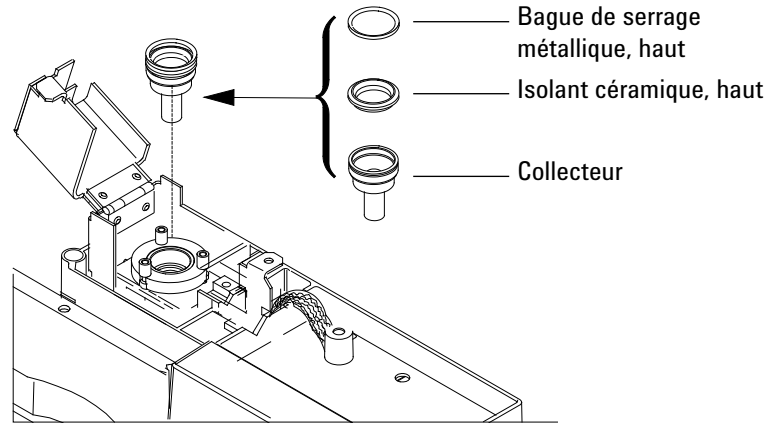

Figure 6 Collecteur, isolant supérieur et bague de serrage en métal du NPD
- 20** Installez la bague de serrage métallique du bas, l'isolant en céramique inférieur puis la bague de serrage métallique supérieure. Voir Figure 6.